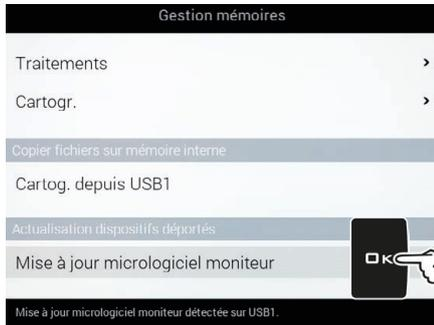
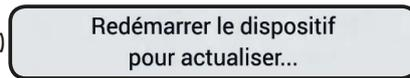

Fig. 163
Fig. 164
- 1 Sélectionnez la rubrique **Mise à jour micrologiciel moniteur** (Fig. 163) et appuyez sur **OK**. Le message en Fig. 164 s'affiche à la fin du chargement.